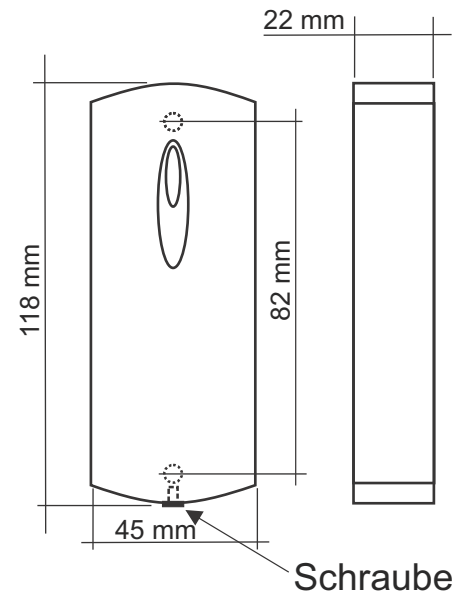

Abb. 2 Geräteabmessungen.
1. Zeichnen Sie die Befestigungslöcher an und bohren Sie sie (Abb. 2).